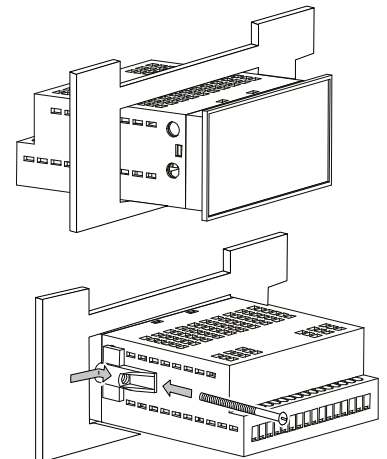

Abb. 4.1 Tafelbau
- Den Montageausschnitt für H1 (Abb. A.1) bzw. H2 (Abb. A.2 und Abb. 4.1.) vorbereiten